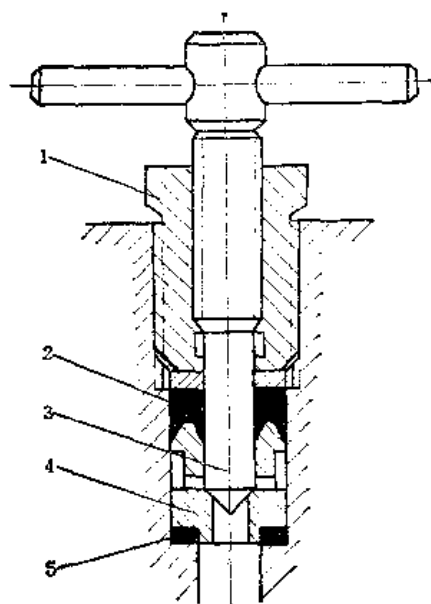

图6-1-24 针阀
1) 针阀(节门) 针阀的泄漏大多由于阀的锥面(图6-1-24)与小孔的锥座配合不严密。其产生的原因多是由于不同轴、锥面损坏、密封圈损坏、阀杆弯曲及表面划伤等等。